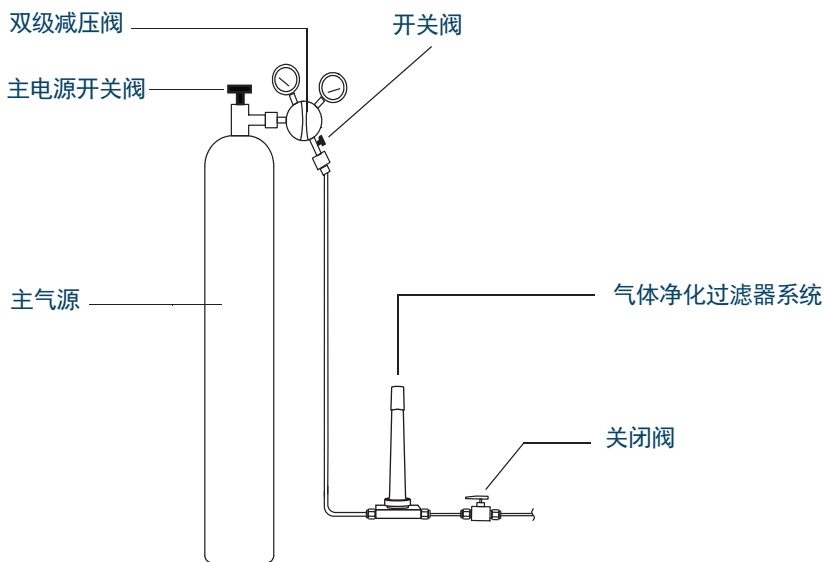

图 1. 使用载气体钢瓶推荐的过滤器与管路连接方式
**表 12** 列出了推荐的捕集阱。有关捕集阱和捕集阱附件的完整列表，请参阅 Agilent 在线商店。按**图 1** 中所示，最后安装指示性捕集阱，以便它可在组合捕集阱开始失效时给出警告。